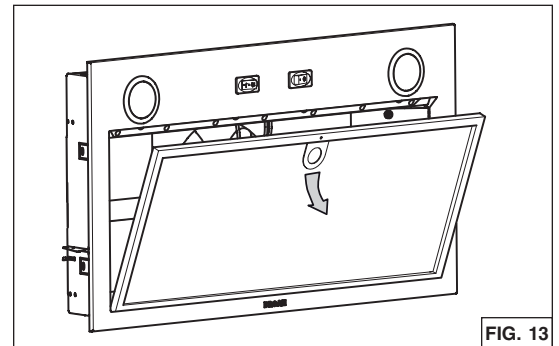

FIG. 13
2. Use la pestaña para retirar de la campana el/los filtro(s) de grasa empujando hacia abajo e inclinando el/los filtro(s) hacia fuera (FIG. 13). Poner el/los filtro(s) a un lado.